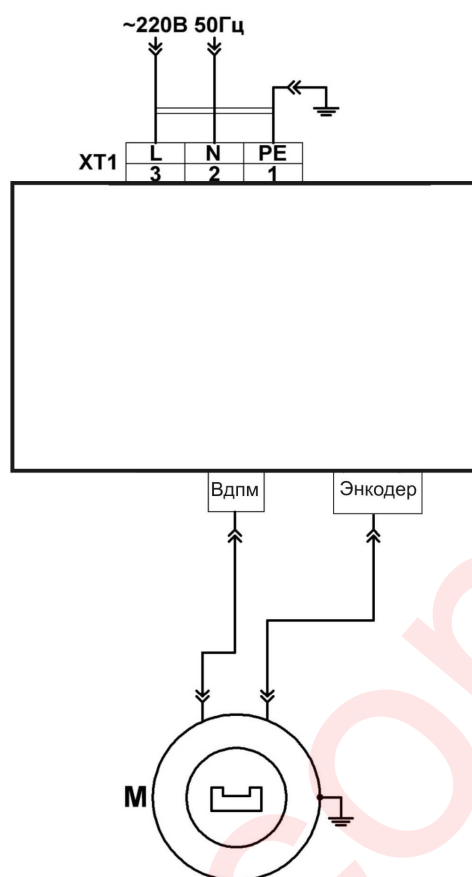

Рис. 4.
6. Разъем для подключения напряжения питания и заземления (ХТ1 на рис.4);